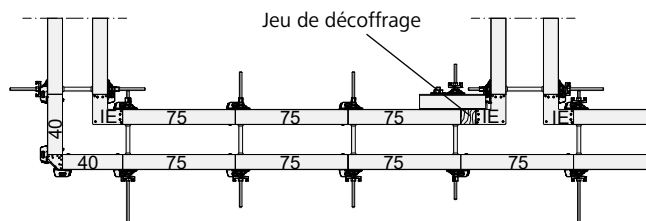

Fig. 5.3
- Sur les tronçons de mur de moins de 6 m, il est préférable d'installer une clé de décoffrage sur le coffrage intérieur (Fig. 5.3), sinon le coffrage peut rester coincé lors du décoffrage et l'adhérence du coffrage au béton est trop importante.